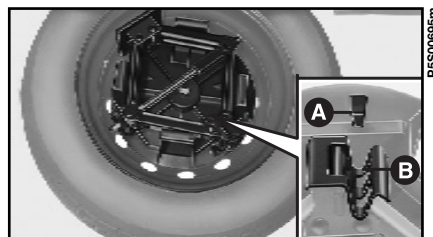

fig. 8
2) Replacer le cric dans son support, en faisant coïncider l'ergot **A**-fig. 8 avec la rainure **B** du cric, et mettre le tout dans la roue de secours.